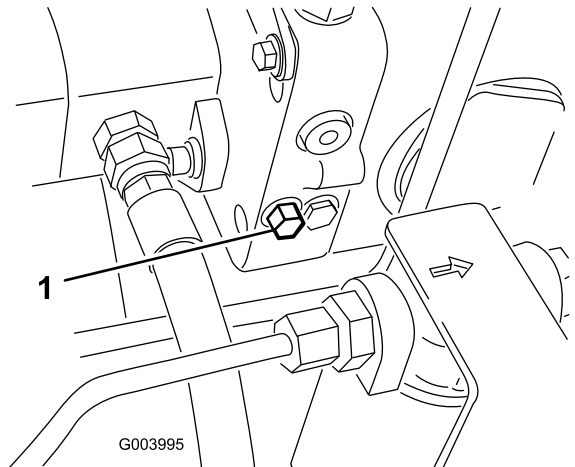

Figura 37
1. La válvula de desvío está situada en el lado izquierdo del hidrostato (Figura 37). Gire el